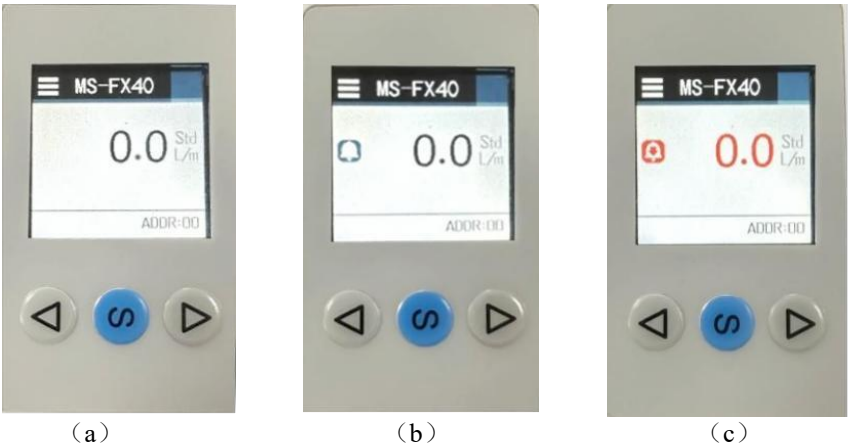

图9.报警功能说明图
上电后传感器进入主界面，如图 9(a)所示，然后可以根据以下表格进行设置。
注：1. 当报警开关开启时，主界面会出现一个报警铃铛，如图9(b)所示。
3. 当流量超过设置的流量上限或者下限时，主界面会出现一个箭头向上或者向下的铃铛，同时字体颜色也变为红色，如图9(c)所示。